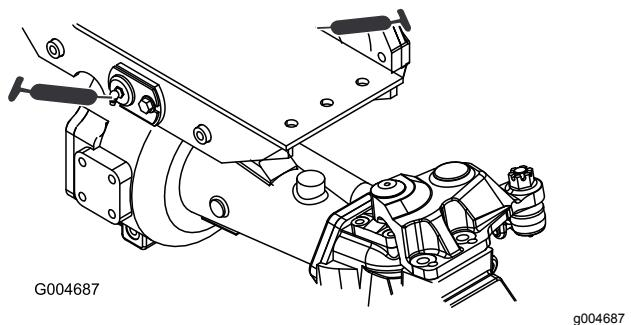

Bild 77
- Zwei Drehbüchsen an der Vorder- und Hinterachse (Bild 77)